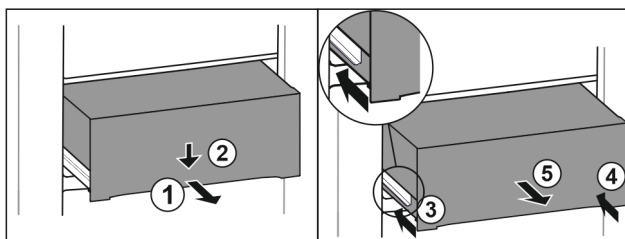

Fig. 191
- ▶ Izvucite ladicu na pola. Fig. 191 (1)
- ▶ Pritisnite ladicu naprijed prema dolje. Fig. 191 (2)
- ▶ Gurnite lijevu vodilicu za oko 2 cm. Fig. 191 (3)
- ▶ Gurnite desnu vodilicu za oko 2 cm. Fig. 191 (4)
- ▶ Izvadite ladicu prema naprijed. Fig. 191 (5)